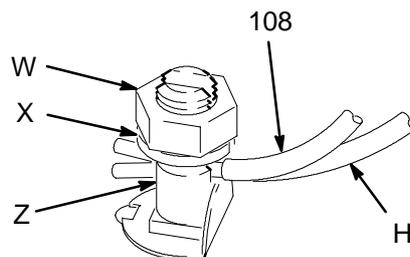

Abb. 2
5. *Rührwerk*: Erdungsdraht und Klammer (108, im Lieferumfang enthalten) verwenden. Siehe Abb. 2. Mutter (W) und Scheibe (X) der Erdungsöse lösen. Ein Ende des Erdungsdrahtes (108) in den Schlitz in der Öse (Z) schieben und Mutter fest anziehen. Die Erdungsklammer mit einem guten Erdungspunkt verbinden.
6. *Saugschlauch*: Erdungsdraht des Schlauches (H) an der Erdungsöse am Rührwerk anschließen. Siehe Abb. 2. Wenn kein Rührwerk verwendet wird, den Draht am Materialzufuhrbehälter befestigen.